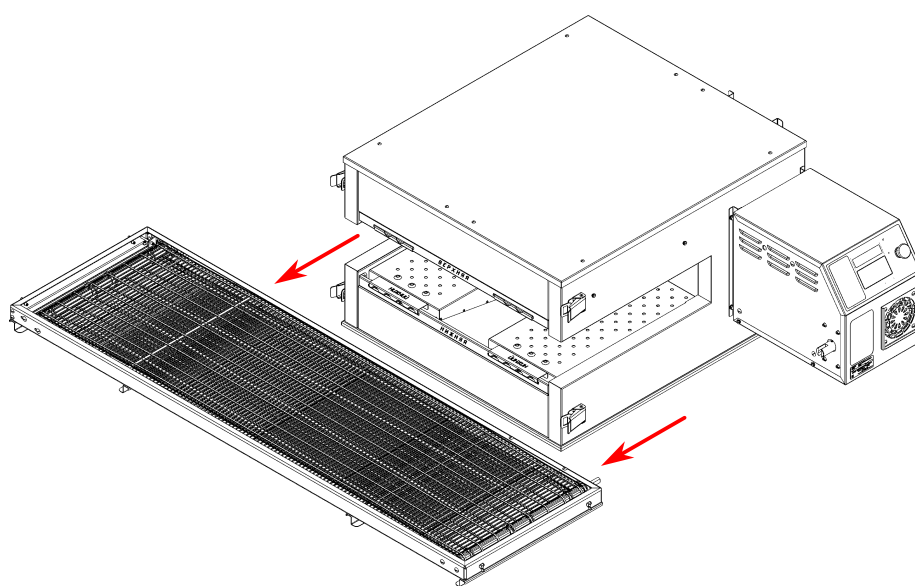

Рисунок 22
3. Вытащите конвейер, см. Рис. 22. **ВНИМАНИЕ! Во избежание травм и повреждения изделия извлекать конвейер следует вдвоём.**